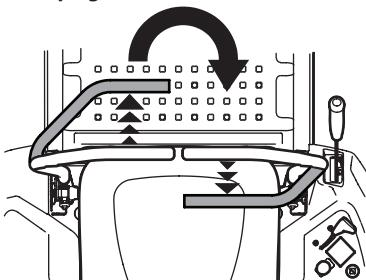

Figure 29
- Pour tourner dans le sens horaire, déplacez le levier de contrôle gauche de la barre abdominale vers l'avant tout en déplaçant simultanément le levier de contrôle de la barre abdominale droite vers l'arrière. Consultez la Figure 29.